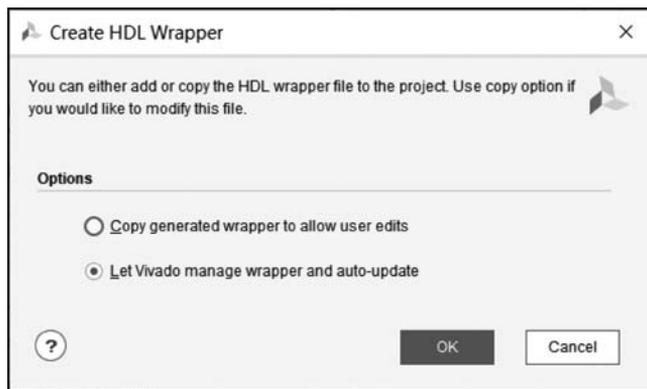

图 3.66 Create HDL Wrapper 对话框
④ 在弹出的 Create HDL Wrapper 对话框中选中 Let Vivado manage wrapper and auto-update 单选按钮,单击 OK 按钮,如图 3.66 所示。